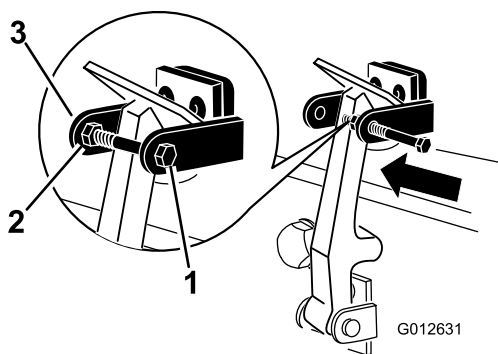

Рисунок 15
7. Вверните болт в другой рычаг кронштейна фиксатора капота для блокировки фиксатора в надлежащем положении (Рисунок 15).